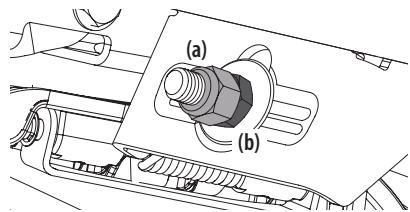

Figura 33
- Para elevar el frente de la plataforma, extraiga la tapa de extremo, afloje la contratuerca exterior (a) y apriete (rosca hacia adentro) la tuerca interior (b) contra la ménsula de suspensión delantera. Consulte la Figura 33. Una vez alcanzado el ajuste adecuado, vuelva a ajustar la contratuerca exterior (a) y vuelva a colocar la tapa de extremo.
- Para bajar el frente de la plataforma, extraiga la tapa de extremo, afloje la contratuerca exterior (a) y afloje (rosca hacia afuera) la tuerca interior (b), alejándola de la ménsula de suspensión delantera. Consulte la Figura 33. Cuando se logre el ajuste correcto, vuelva a ajustar la contratuerca exterior (a) a 57 pies-libras (77 N·m) y vuelva a colocar la tapa de extremo.